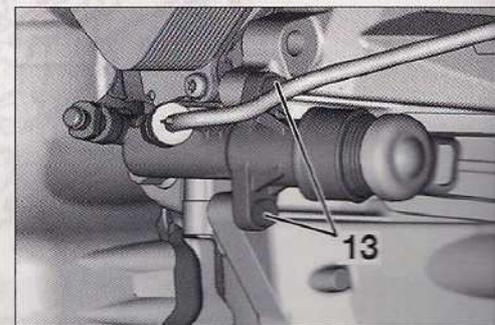

FIG. 94
- Desmontar las fijaciones (13) (Fig.94), del receptor hidráulico, y separarlo.